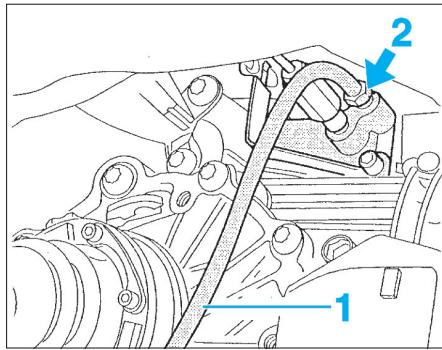

Fig. 11
- Brancher un tube transparent (1), sur la vis de purge (2), immergé à son extrémité opposée, dans un récipient transparent contenant du liquide de frein préconisé (Fig.11).